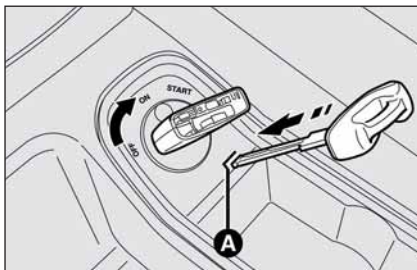

fig. 1
**ATTENTION** Si, en insérant la clé dans le dispositif de démarrage on n'arrive pas à atteindre la position **ON**, il est conseillé d'enlever la clé d'urgence et de l'insérer dans la fente prévue **A-fig. 1** pour débloquer le dispositif de démarrage; à ce point, tourner la clé en position **ON** et suivre la procédure de démarrage. S'adresser au Réseau Après-vente Fiat.
**ATTENTION** Si, en insérant la clé dans le dispositif de démarrage on n'arrive pas à atteindre la position **ON**, il est conseillé d'enlever la clé d'urgence et de l'insérer dans la fente prévue **A-fig. 1** pour débloquent le dispositif de démarrage; à ce point, tourner la clé en position **ON** et suivre la procédure de démarrage. S'adresser au Réseau Après-vente Fiat.